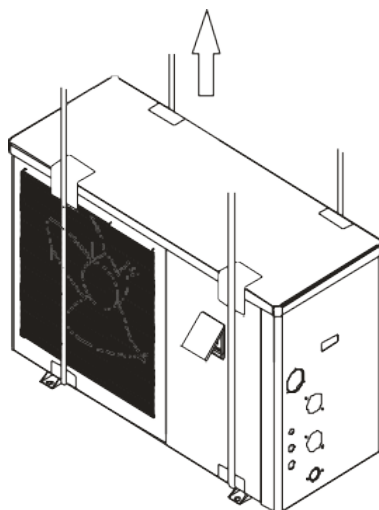

Figura 6 Diagrama de elevação
- Use quatro ou mais correias de elevação macias para mover os conjuntos (consulte a Figura 6).